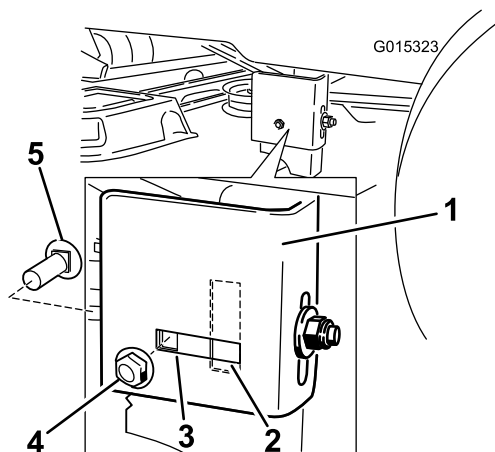

Figure 50
Remarque: Vérifiez si le boulon de carrosserie latéral se trouve dans l'emplacement fixe ou allongé (Figure 50).
8. Si le boulon de carrosserie latéral est à la position fixe, retirez-le ainsi que l'écrou de blocage latéral de cette position et placez les dans l'emplacement de réglage allongé (Figure 50).